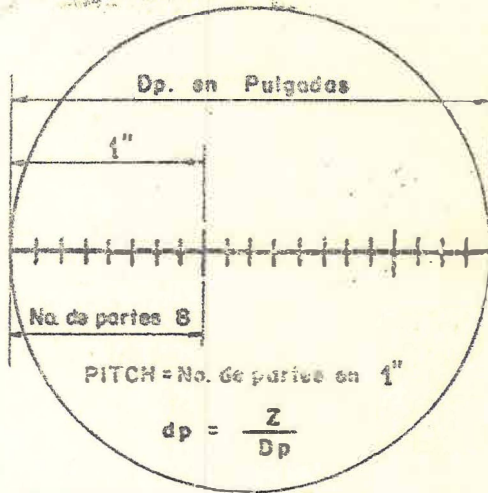

Fig. 1
- Se entiende por pitch diametral (dp) el número de pasos de dientes que entran en cada pulgada inglesa de la longitud del diámetro primitivo de un piñón (Fig. 1).